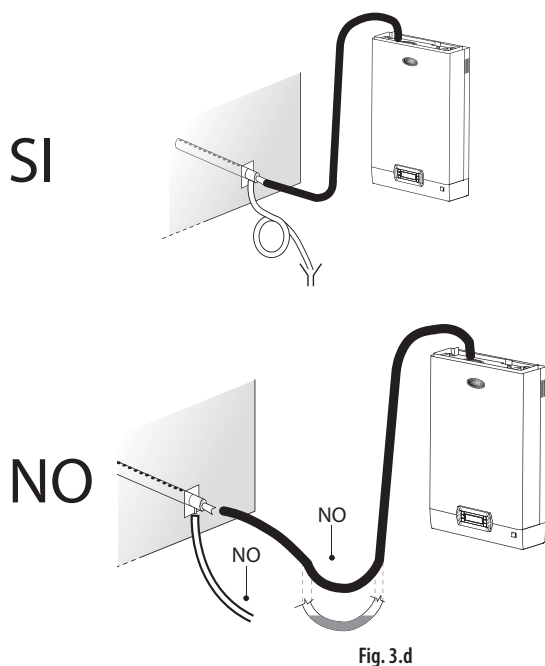

Fig. 3.d
Per scaricare questi accumuli collegare alla base del distributore un tubo di drenaggio con un sifone e una pendenza minima di 5° (vedi Fig. 3.d).
- i tubi di uscita del vapore sono diretti verso l'alto ed il distributore ha una pendenza di almeno 2° verso l'alto (vedi Fig. 3.c);
- i percorsi delle tubazioni del vapore e della condensa sono conformi a quanto descritto in questo capitolo (vedi Fig. 3.d);